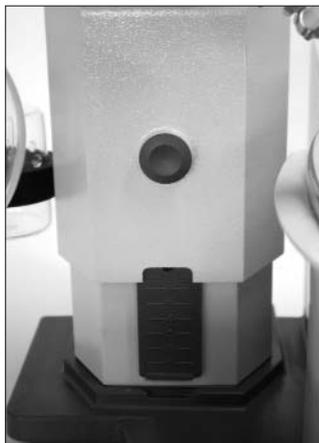

Fig.29
☞ Schieben Sie den Anschlag (Q) in die untere Endlage (Fig. 29).